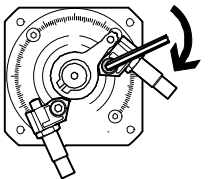

Fig. 17
7. 将缓冲器支架（Fig. 17）的固定螺钉用下面所给的紧固力矩重新拧紧（Fig. 18）。只有使用了给定的紧固力矩，缓冲器支架的啮齿才会啮入外壳材料。